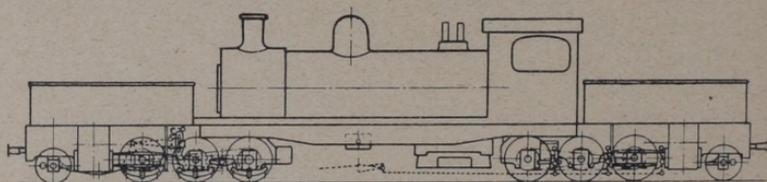

Abb. 264. Garrat-Triebwerk.
- δ) Bauart „Garrat“ (Abb. 264): zwei Dampfdruckgestelle. Zwei um je einen Zapfen drehbare Antriebsgestelle, die — außer dem Antrieb — noch Wasser- und Brennstoffbehälter tragen; die beiden Drehgestelle tragen zwischen sich einen weiteren Rahmen, auf dem Kessel und Führerhaus ruhen; zwei Hochdruckzylinder außen am hinteren, zwei Niederdruckzylinder außen am vorderen Drehgestellrahmen.